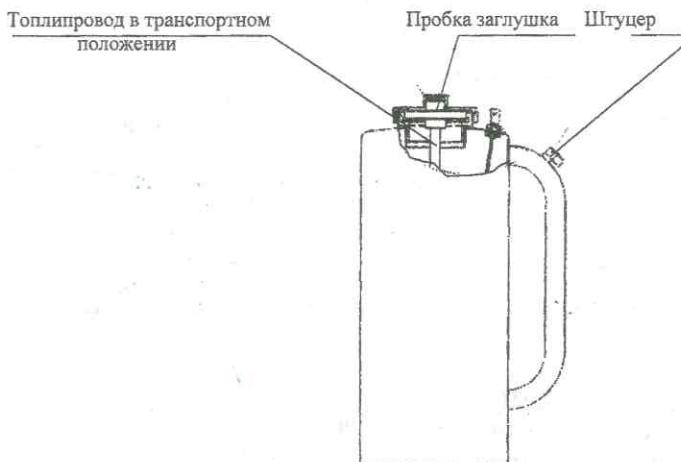

Рис. 3
- 8.1. Аппарат поставляется к потребителю в собранном виде (Рис.3).